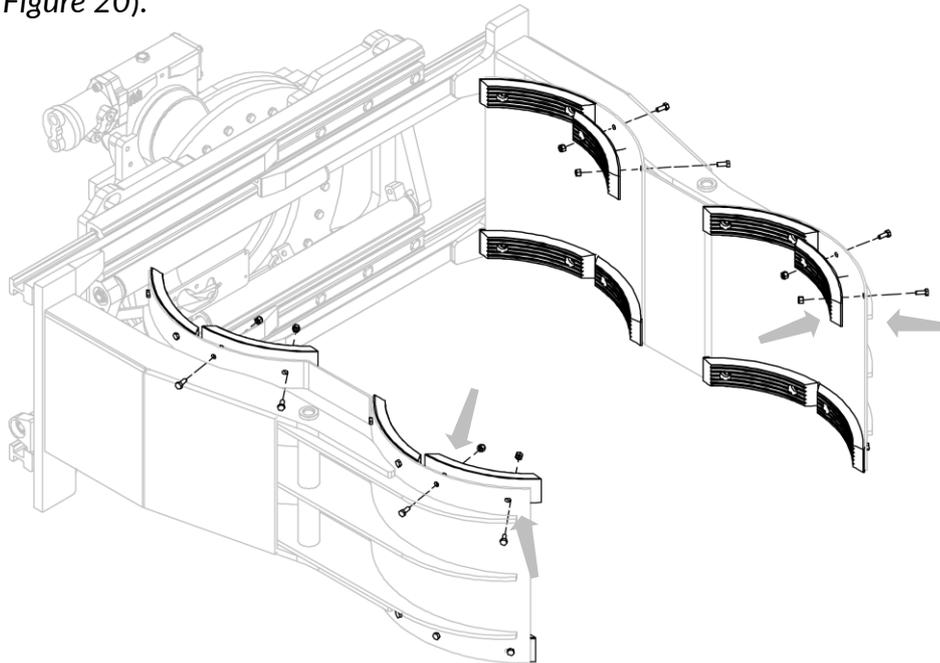
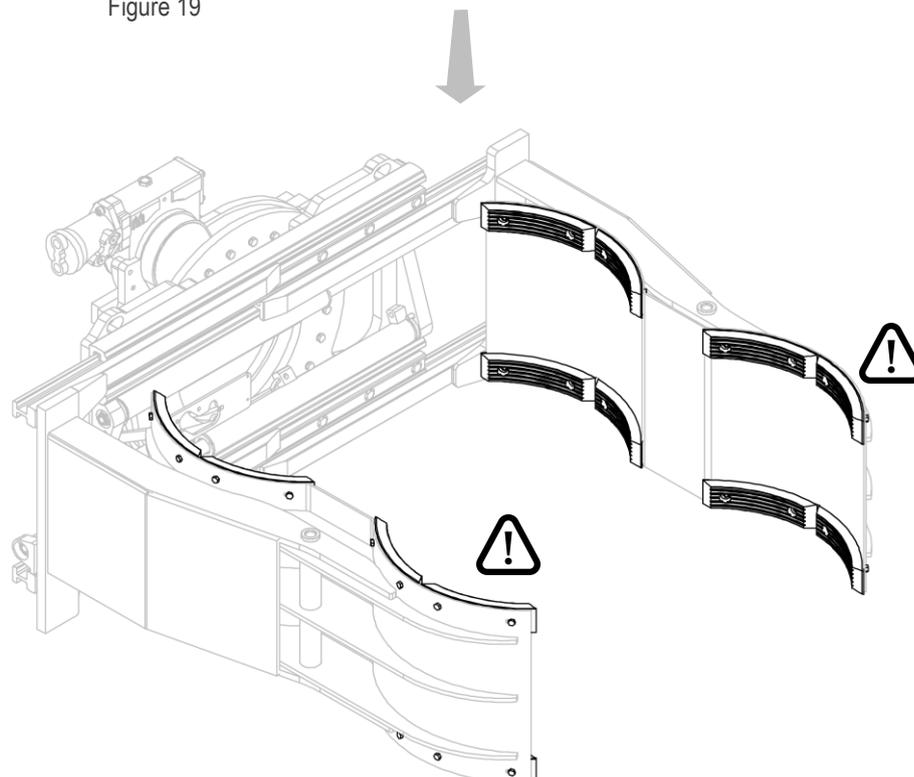

Figure 19
Figure 20
3. Monter les plaques en caoutchouc en utilisant les vis et les écrous correspondants (voir *Figure 19* et *Figure 20*).